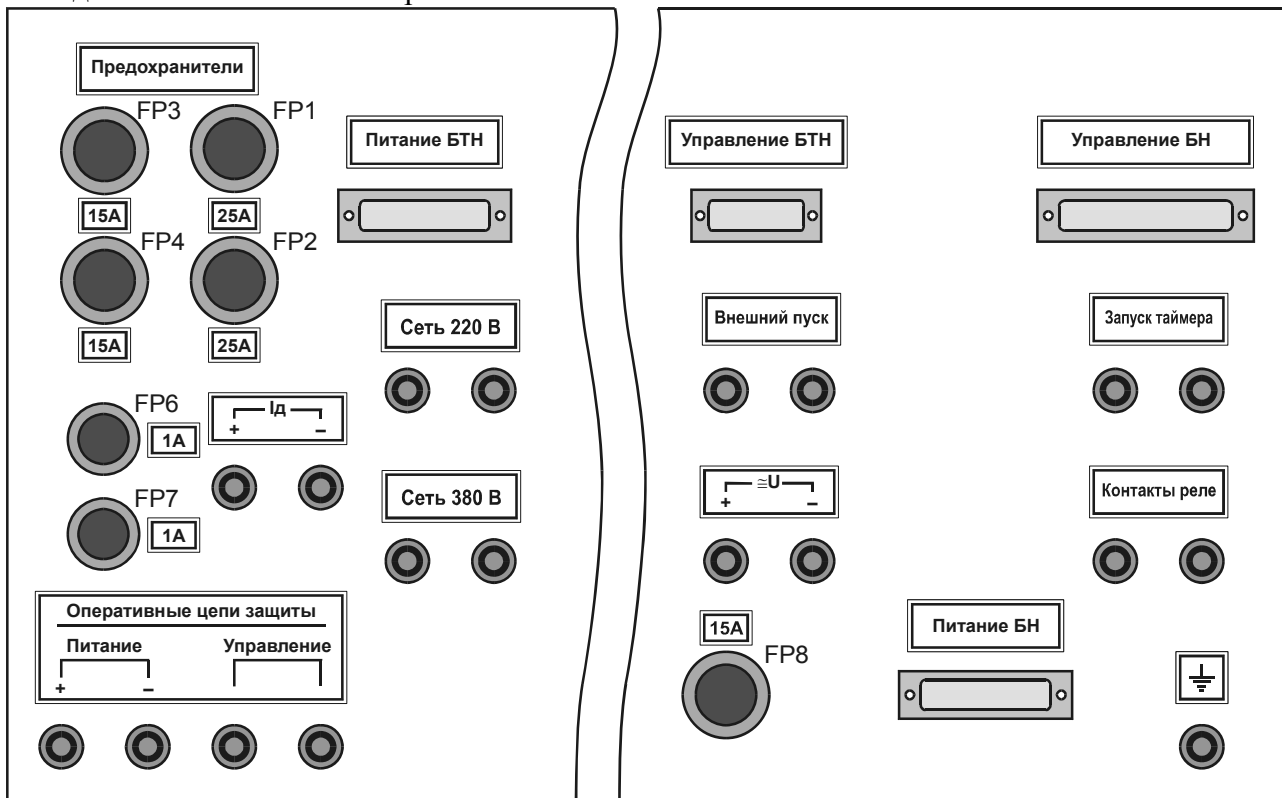

Рисунок 3 – Задняя панель блока регулировочного
6.2.4 Задняя панель блока регулировочного показана на рис. 3.